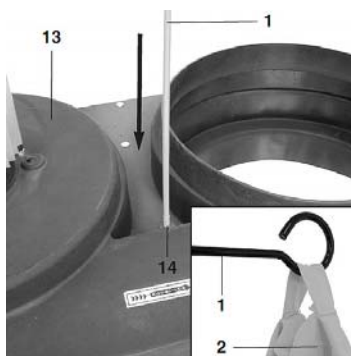

Fig. 9 : Montage du sac à copeaux
7. Placez le crochet du sac à copeaux (1) dans le trou (14) sur le châssis en plastique (13) et suspendez le sac à copeaux (2) au crochet (figure 9).